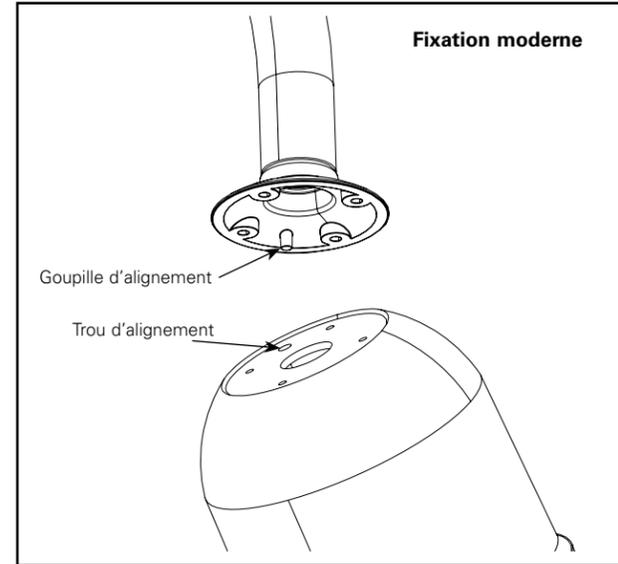

Figure 2.
5. Soulevez le luminaire jusqu'au bras en alignant le goujon de guidage et le trou. Voir la figure 2.